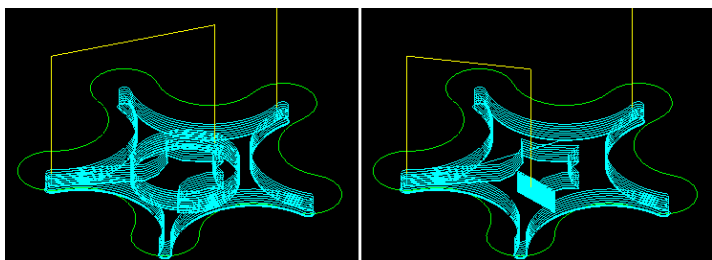

图 1-31 两种下刀方式路径对比
7) 返回“操作管理员”对话框,进行刀具路径模拟,可以对比两种下刀方式路径的不同,如图 1-31 所示,左边为螺旋式下刀,右边为斜插式下刀。